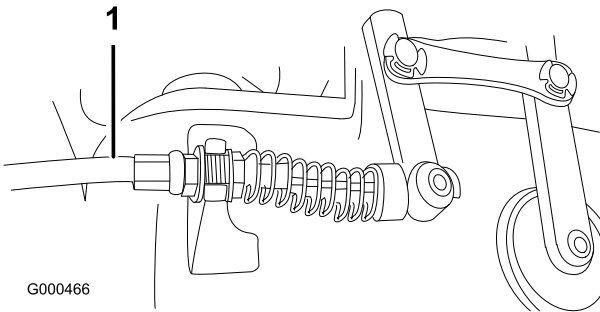

図 43
2. リール・コントロール・ケーブルの前ジャム・ナットをゆるめ、後ジャム・ナット (図 43: ギアボックスの上部) を締めてケーブルの張りを出し、さらに 3.2~4.5 kgの力でリール・コントロールがつかないようにする。力の計測はコントロール・ノブの部分で行う。